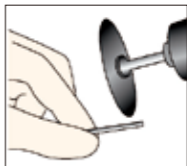

図14
- ① ポストの長さを調整する場合は、シラン処理の前に行います(図14)。